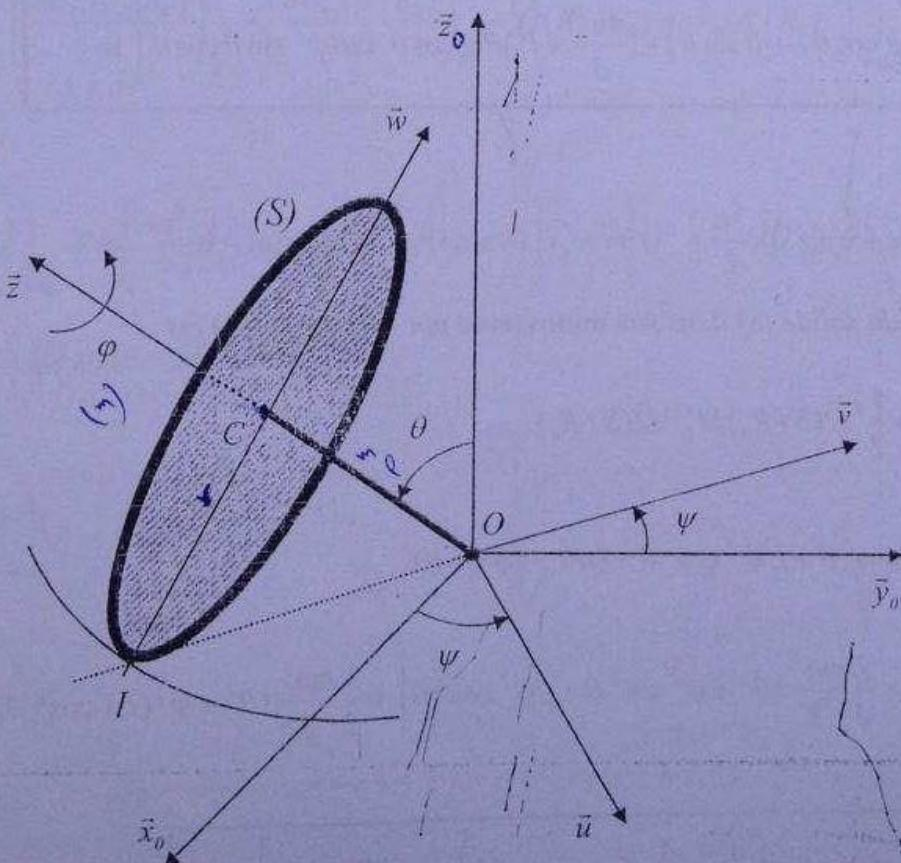

Figure 1 - Description générale du système
Soit $R_0(O, \vec{x}_0, \vec{y}_0, \vec{z}_0)$ un repère orthonormé direct, avec (O, \vec{z}_0) vertical ascendant, supposé galiléen. Le solide étudié (S) est constitué par un disque homogène (D) de centre C , de rayon r et de masse m , auquel est soudé suivant son axe de révolution une tige (T) infiniment mince, homogène de masse identique m et de longueur l . (S) est en articulation sphérique en O (*) avec le repère (R_0) . Au cours du mouvement de (S) par rapport à (R_0) , le disque roule sans glisser sur le plan horizontal $(\pi) = (O, \vec{x}_0, \vec{y}_0)$ et reste en contact ponctuel, avec ce plan en un point I de sa circonference (voir figure 1).